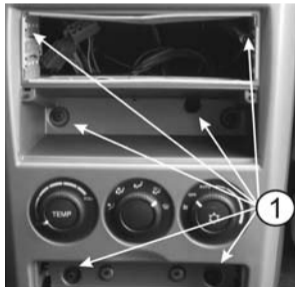

Рис. 5 Открутить винты
3.5 Открутите шесть самонарезных винтов (поз.1, **рис.5**).